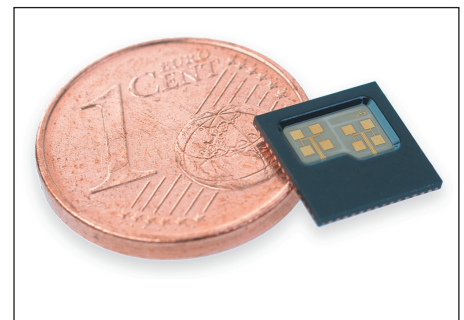
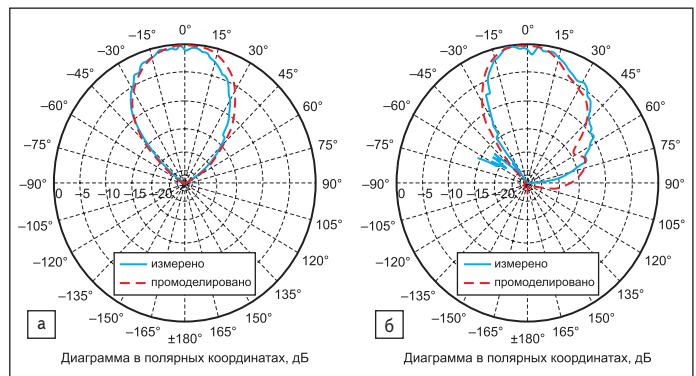

Рис. 8. Внешний вид микросхемы TRX_120_001
Рис. 14. Диаграммы направленности антенн для TRX_120_001/002 в плоскостях: а) Н-; б) Е-
- TRX_120_001 [8] с приемной и передающей антеннами, которые выполнены на керамической подложке, встроенной в корпус QFN-56 (8×8 мм). В этом месте сверху корпуса удален пластик для получения лучших характеристик, и антенны хорошо видны, каждая из них состоит из 4 элементов (рис. 8, 9);
То, что обе микросхемы имеют встроенные антенны, резко расширяет их диапазон применения. Диаграммы направленности антенны для двух плоскостей (Е- и Н-) для TRX_120_001 показаны на рис. 14. Поскольку на частоте 122 ГГц длина волны составляет порядка 2,45 мм, то начинают работать квазиоптические принципы. Это позволяет использовать дополнительные фокусирующие линзы либо зеркала-отражатели, как у обычного фонарика. Линза диаметром 32 и высотой 12 мм, расположенная на расстоянии примерно 12 мм, позволяет получить диаграмму направленности (ДН) модуля около 5°. Дисперсия луча объясняется тем, что приемная и передающая антенны имеют конечные размеры и разнесены в пространстве (рис. 8), поэтому даже в случае идеальной линзы их нельзя разместить точно в ее фокусе. Для получения более узкого луча можно расположить фокусирующую линзу дальше от микросхемы. Это, однако, приводит к увеличению размеров линзы и ее удорожанию. Можно пойти по другому пути и использовать одну приемопередающую антенну вместо двух. Так, у компании Silicon Radar есть экспериментальный проект, где предусмотрена одна приемопередающая антенна, с ней была получена ДН модуля порядка 2°. Узкий луч увеличивает дальность работы и разрешающую способность и особенно важен для промышленных применений и систем технического зрения.
примерно на 2 мм (что наглядно видно на рис. 8, 9), оптическая ось линзы должна проходить через эту точку. Установка же линзы точно по центру корпуса приводит к падению уровня отраженного сигнала на 10 дБ. На данный момент компания Silicon Radar отдельно не продает фокусирующие линзы, хотя и рассматривает этот вопрос. Проводятся эксперименты по использованию фокусирующих линз для светодиодов, что, возможно, позволит в будущем удешевить производство линз с сохранением их характеристик.